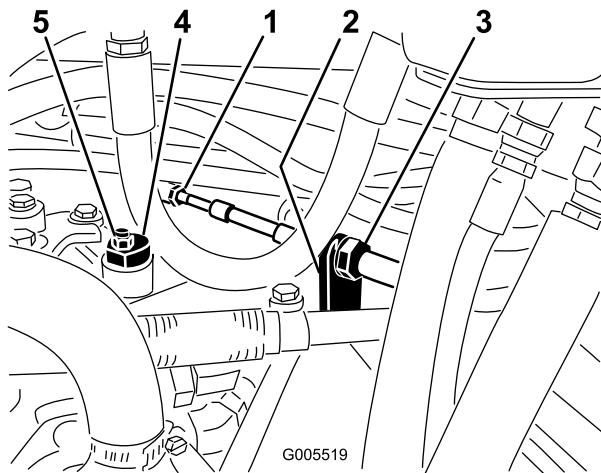

Bild 54
A. Lösen Sie beide Klemmmuttern, mit denen der Fahrantriebs-Bowdenzug an der Trennwand am Hydrostat befestigt ist (Bild 54). Achten Sie darauf, dass die Klemmmuttern gleichmäßig gelockert sind und eine ausreichende Einstellung ermöglichen.
Hinweis: Lösen Sie die Mutter, mit der der Exzenter oben am Hydrostat befestigt ist (Bild 54).
- C. Drehen Sie den Ekzenter, bis kein Kriechen in jeder Richtung auftritt. Ziehen Sie die Schraube fest, wenn sich das Rad nicht mehr dreht, um den Ekzenter und die Einstellung zu arretieren (Bild 54). Überprüfen Sie die Einstellung mit dem Gasbedienungshebel auf „Langsam“ und auf „Schnell“.
- D. Ziehen Sie die Sicherungsmuttern, mit denen der Bowdenzug an der Trennwand befestigt ist, gleichmäßig von der Innenseite der Trennwand fest (Bild 54).